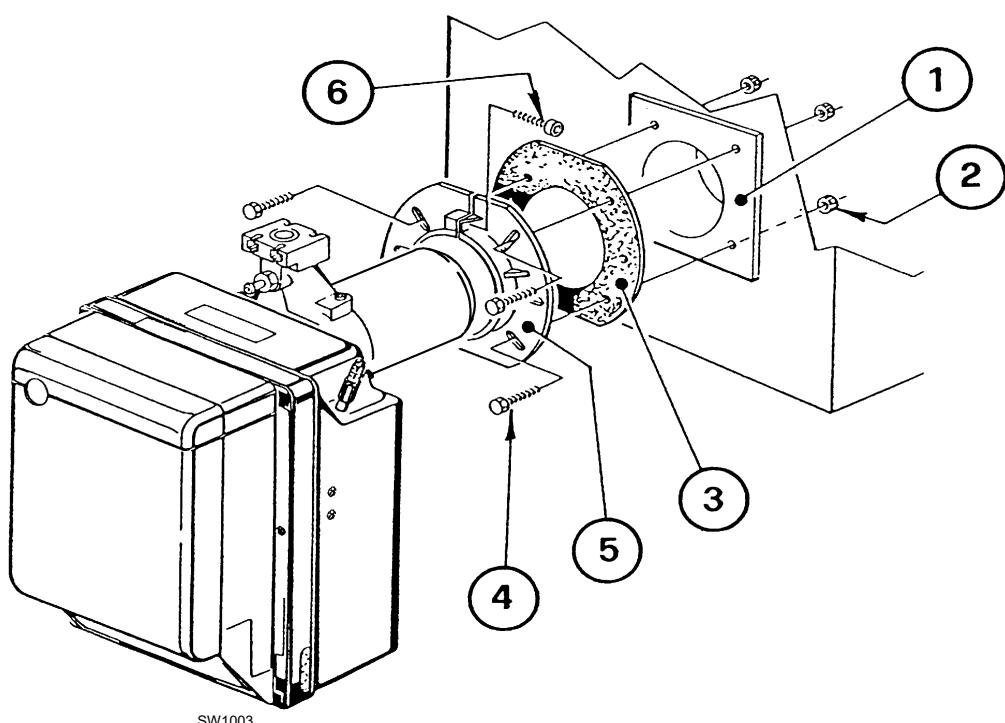

Fig. 10
- Fixer la bride 5) à la porte de la chaudière 1) (Fig. 10) avec les vis 4) et (si nécessaire) les écrous 2), en intercalant l'écran isolant 3) ; maintenir toutefois l'une des deux vis supérieures 4) desserrée.